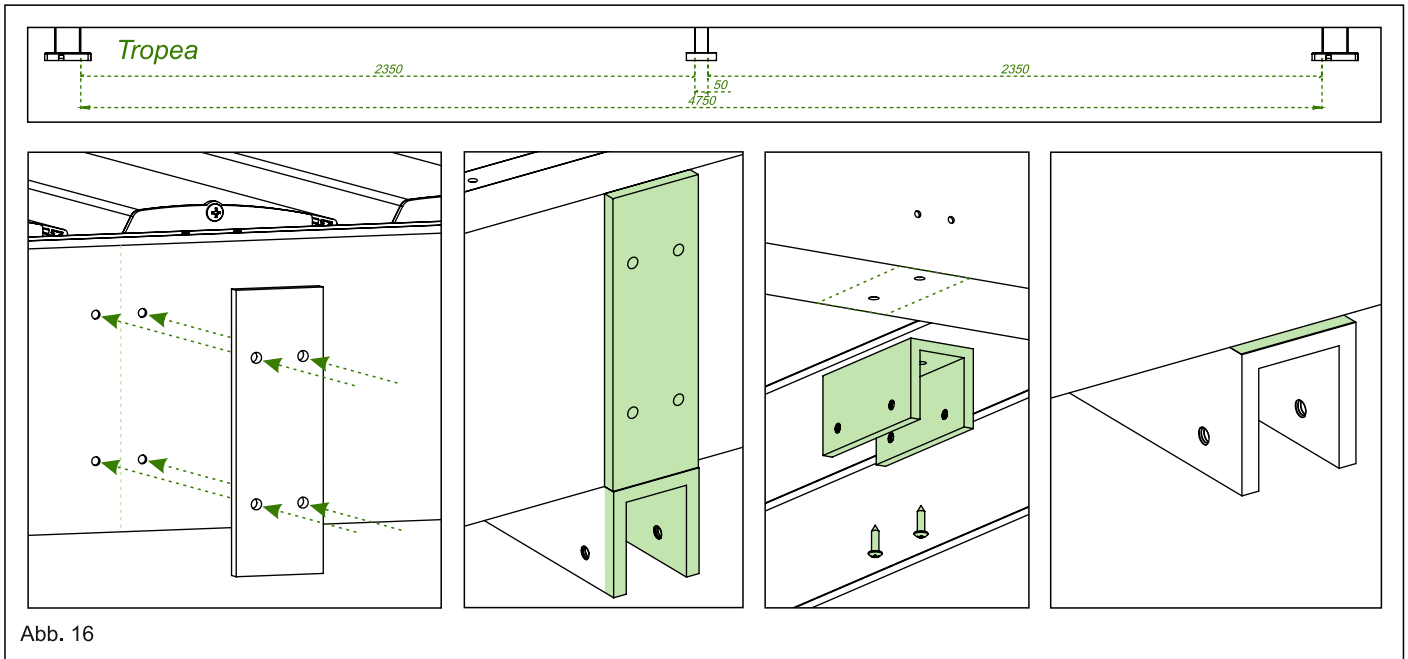

Abb. 16
15. Messen Sie und markieren Sie die Mitte des Trägers der Pergola (Maße Siehe Abb. 10). Setzen Sie die obere Pfostenplatte mittig auf den Träger der Pergola und bohren Sie die Löcher für die Montage vor, die Pfostenplatte soll dabei noch nicht befestigt werden. Setzen Sie das U-Profil des Pfostens unter den Träger, bündig mit der Pfostenplatte (so dass beim Entfernen der Platte das Profil einen Vorsprung hat) und bohren Sie auch hier die Löcher für die Montage in den Träger und befestigen Sie das U-Profil mit den vorgesehenen Schrauben. Beachten Sie, bei Bohrung in den Träger muss die Rinne des Trägers mit Silikon an der Bohröffnung abgedichtet werden. Siehe Abb. 16.